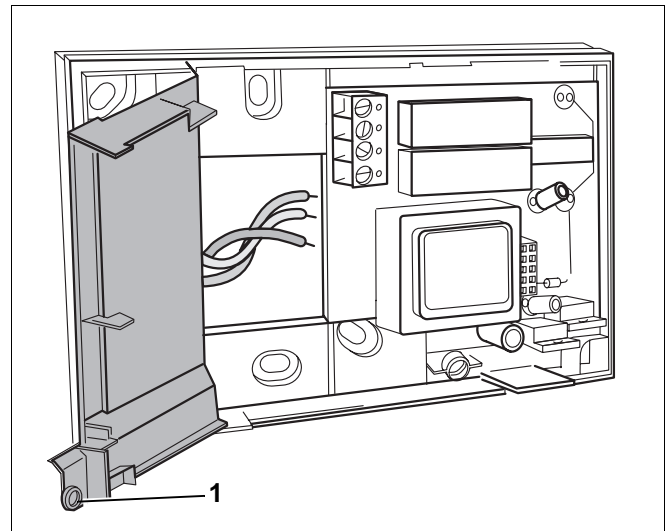

Abb. 4 Rückseite des Regelgerätes verkabeln
- Schraube der Abdeckung wird gelöst, um die Klemmleiste frei zu legen (Abb. 4, Pos.1)